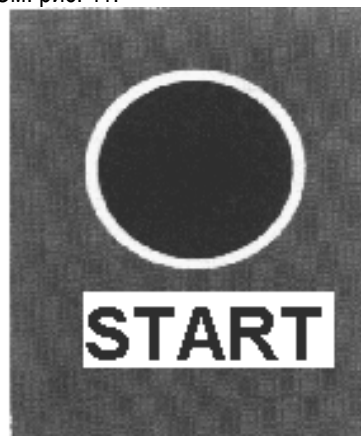

Рис. 11
6. Нажмите кнопку [START], колесо раскрутится и не позднее чем через 7 секунд остановится автоматически. См. рис. 11.